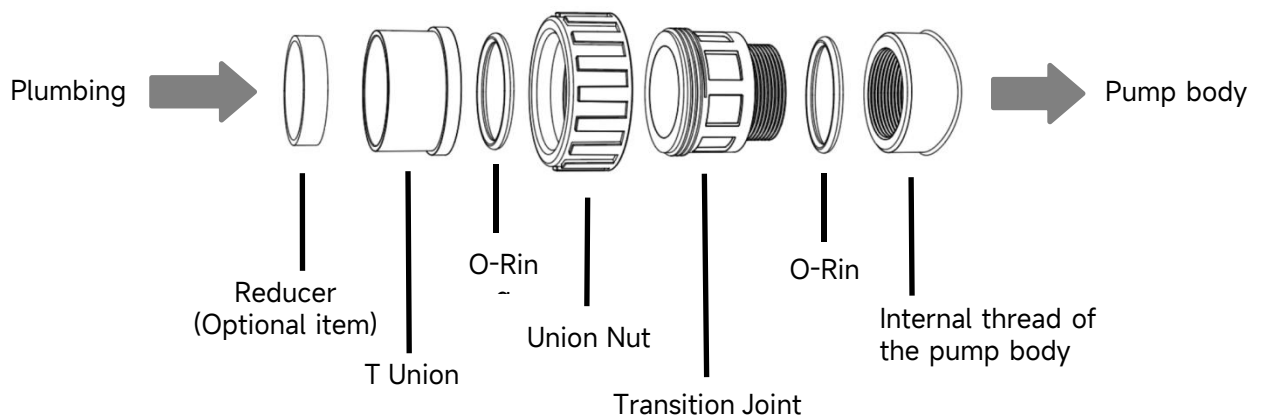

Abbildung 3 - Verbindungssatz
- 3) Verwenden Sie das vom Pumpenhersteller gelieferte UNION KIT (siehe Abbildung 3). Verwenden Sie keine anderen Anschlüsse zum Anschließen des Pumpeneinlasses/-auslasses, da die Anschlüsse nicht zusammenpassen und das Pumpengehäuse beschädigen könnten.